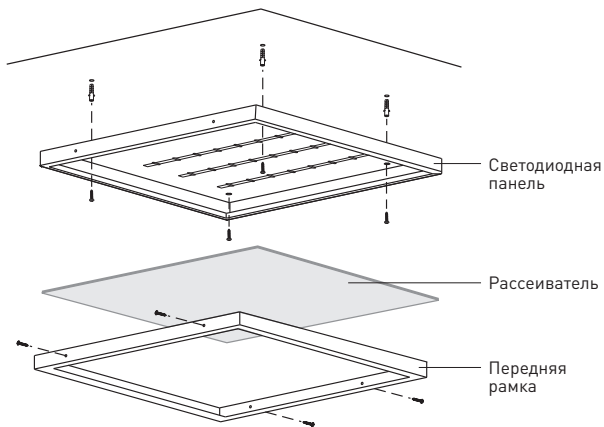

Рисунок 1
- снять с панели переднюю рамку и рассеиватель (рисунок 1);
5.4.2 Накладной монтаж производить непосредственно на поверхность потолка с креплением светодиодной панели через отверстия в корпусе (рисунок 1). Крепёж для накладного способа монтажа в комплекте не поставляется.